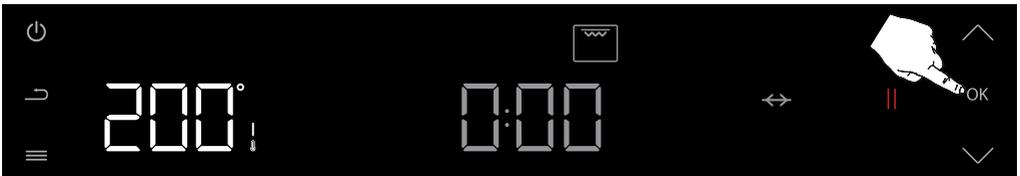

Abbildung 63
Drücken Sie die Bestätigungstaste (OK) einmal, um die Auswahl der Kochfunktion zu bestätigen. (siehe Abbildung 63)